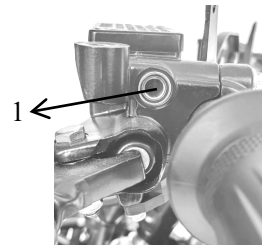

Fig12
Controllo del livello di liquido dei freni (Fig12)
❶ Indicatore visivo del liquido dei freni (Fig12)